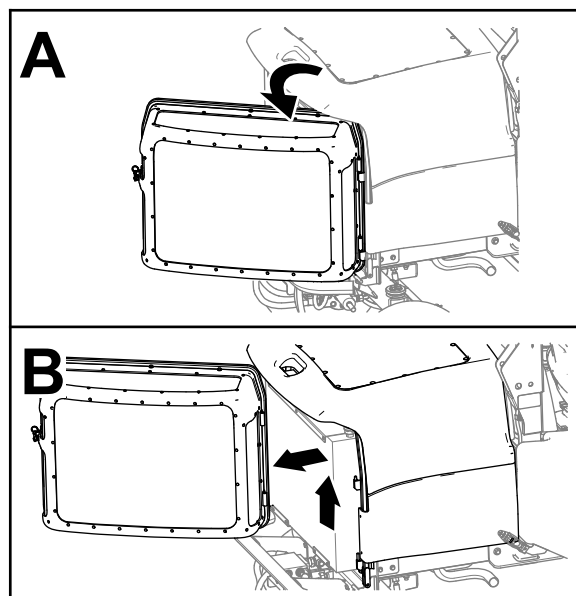

Bild 65
3. Entriegeln Sie das Motorgitter, öffnen Sie es und heben Sie es von der Maschine ab (Bild 65).